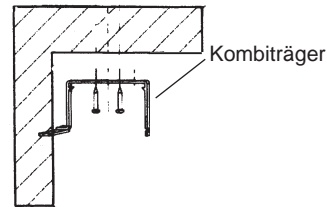

Abb.1 Trägermontage (Deckenmontage)
a. Deckenmontage Abb.1
- bei Montage im Sturz (Deckenmontage) Träger wie Abb.1 in die Blende montieren (nieten), danach Blende in den Sturz bzw. an die Decke schrauben